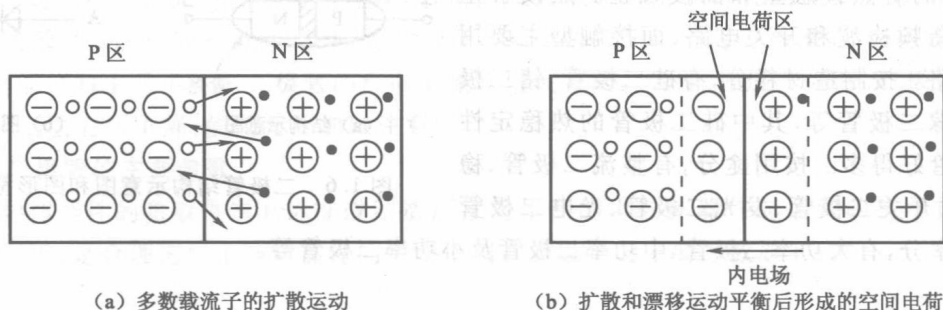

图 1.3 PN 结的形成过程
(1) PN 结的形成。如图 1.3(a) 所示,左边为 P 区,右边为 N 区。由于 P 区中的空穴浓度很大,而 N 区中的电子浓度很大,形成了两边的两种载流子的浓度差。这时 P 区的空穴会向 N 区运动,而 N 区的电子会向 P 区运动,这种因浓度差引起的运动称为扩散运动。扩散到 P 区的电子会与空穴复合而消失,同样扩散到 N 区的空穴也会与电子复合而消失。复合的结果是在交界处两侧出现了不能移动的正负两种杂质离子组成的空间电荷区,这个空间电荷区称为 PN 结,如图 1.3(b) 所示。在交界处左侧出现了负离子区,在右侧出现了正离子区,形成了一个由 N 区指向 P 区的内电场。随着扩散的进行,空间电荷区越来越宽,内电场也越来越强。但不会无限制地加宽加强。内电场的产生对 P 区和 N 区中的多数载流子的相互扩散运动起阻碍作用。同时,在内电场的作用下 P 区中的少数载流子——电子, N 区中的少数载流子——空穴则会越过交界面向对方区域运动,这种在内电场的作用下少数载流子的运动称为漂移运动。漂移运动使空间电荷区重新变窄,削弱了内电场强度。多数载流子的扩散运动和少数载流子的漂移运动最终达到动态平衡,PN 结的宽度一定。由于空间电荷区内没有载流子,所以又把空间电荷区称为耗尽层。